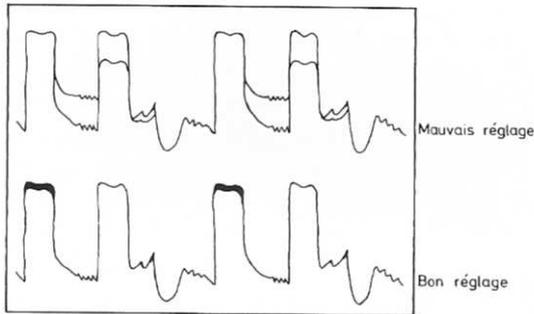

Fig 6
- Brancher la sonde de l'oscilloscope à travers une résistance de $47\text{ K}\Omega$ sur la sortie rouge, picot 12 du TDA 3560 (601).
- Régler le potentiomètre P 637 de façon à faire coïncider les deux lignes (voir Fig. 6).